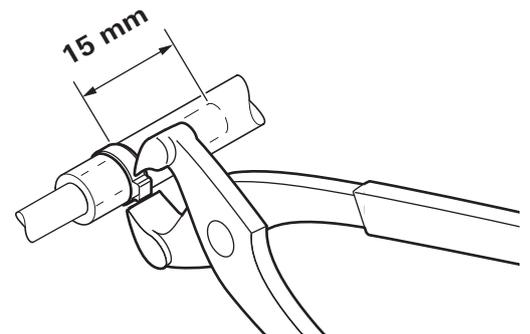

Abb. 24
- ▶ Einohrklemmen positionieren, dabei darauf achten, daß die Kraftstoffleitung mindestens 15 mm über die Einohrklemmen hinausragt (Abb. 24).